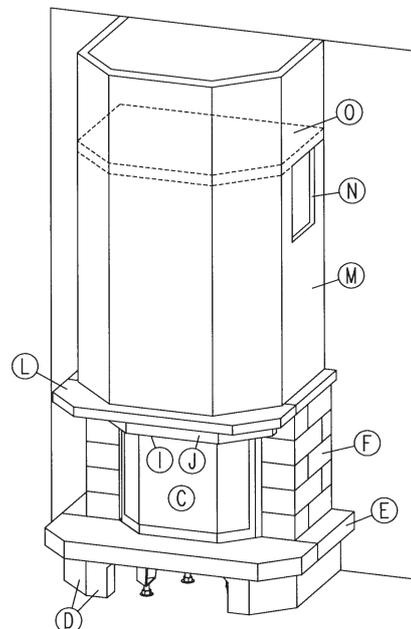

Abb. 10
- 14.4 Legen Sie dann die Promasilplatten der Zwischendecke auf das Schürzenunterteil sowie auf die hinteren Dämmplatten bündig und waagrecht auf. Die Einzelteile der Zwischendecke müssen dicht miteinander verklebt sein! Auf die Zwischendecke setzen Sie die Schürze weiter bis zur Zimmerdecke. **(Abb. 10)**